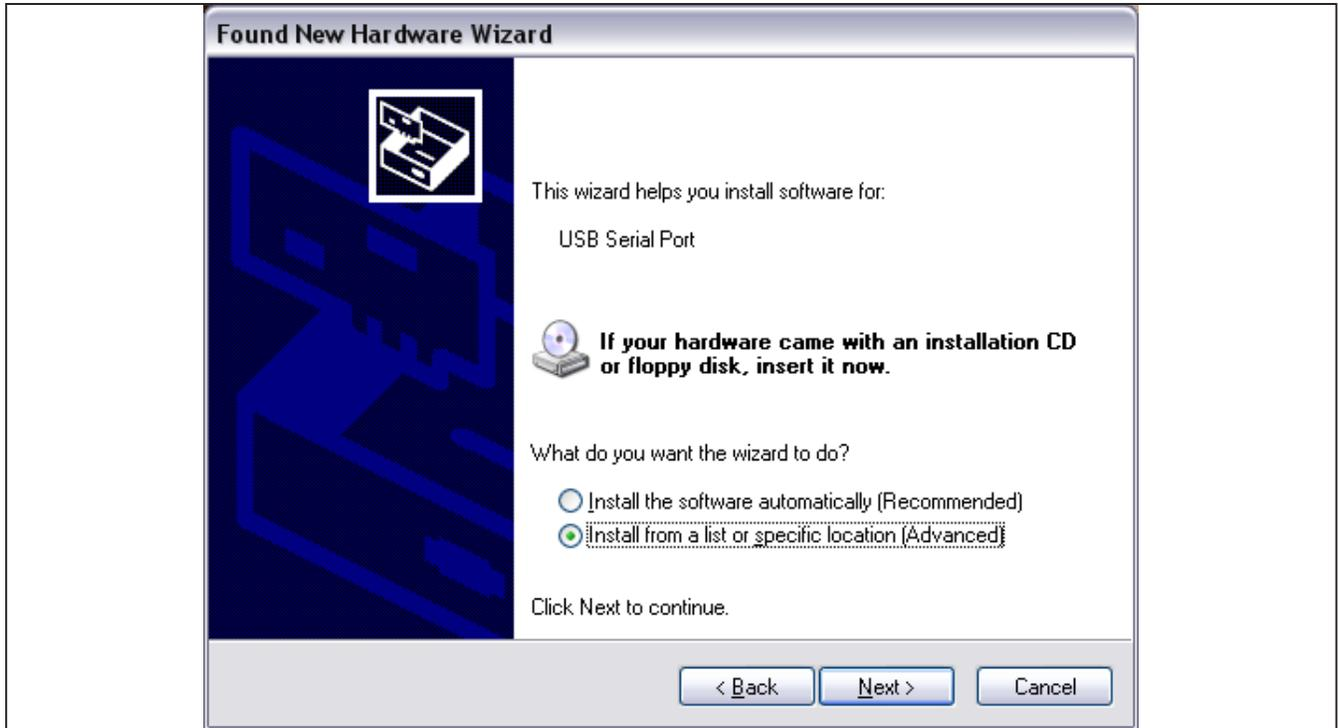

图7. 第二次安装驱动程序
- 在完成第一次驱动安装后，会再次出现**Found New Hardware Wizard**对话框(图7)。按照相同的设置和驱动文件位置重复上述步骤。